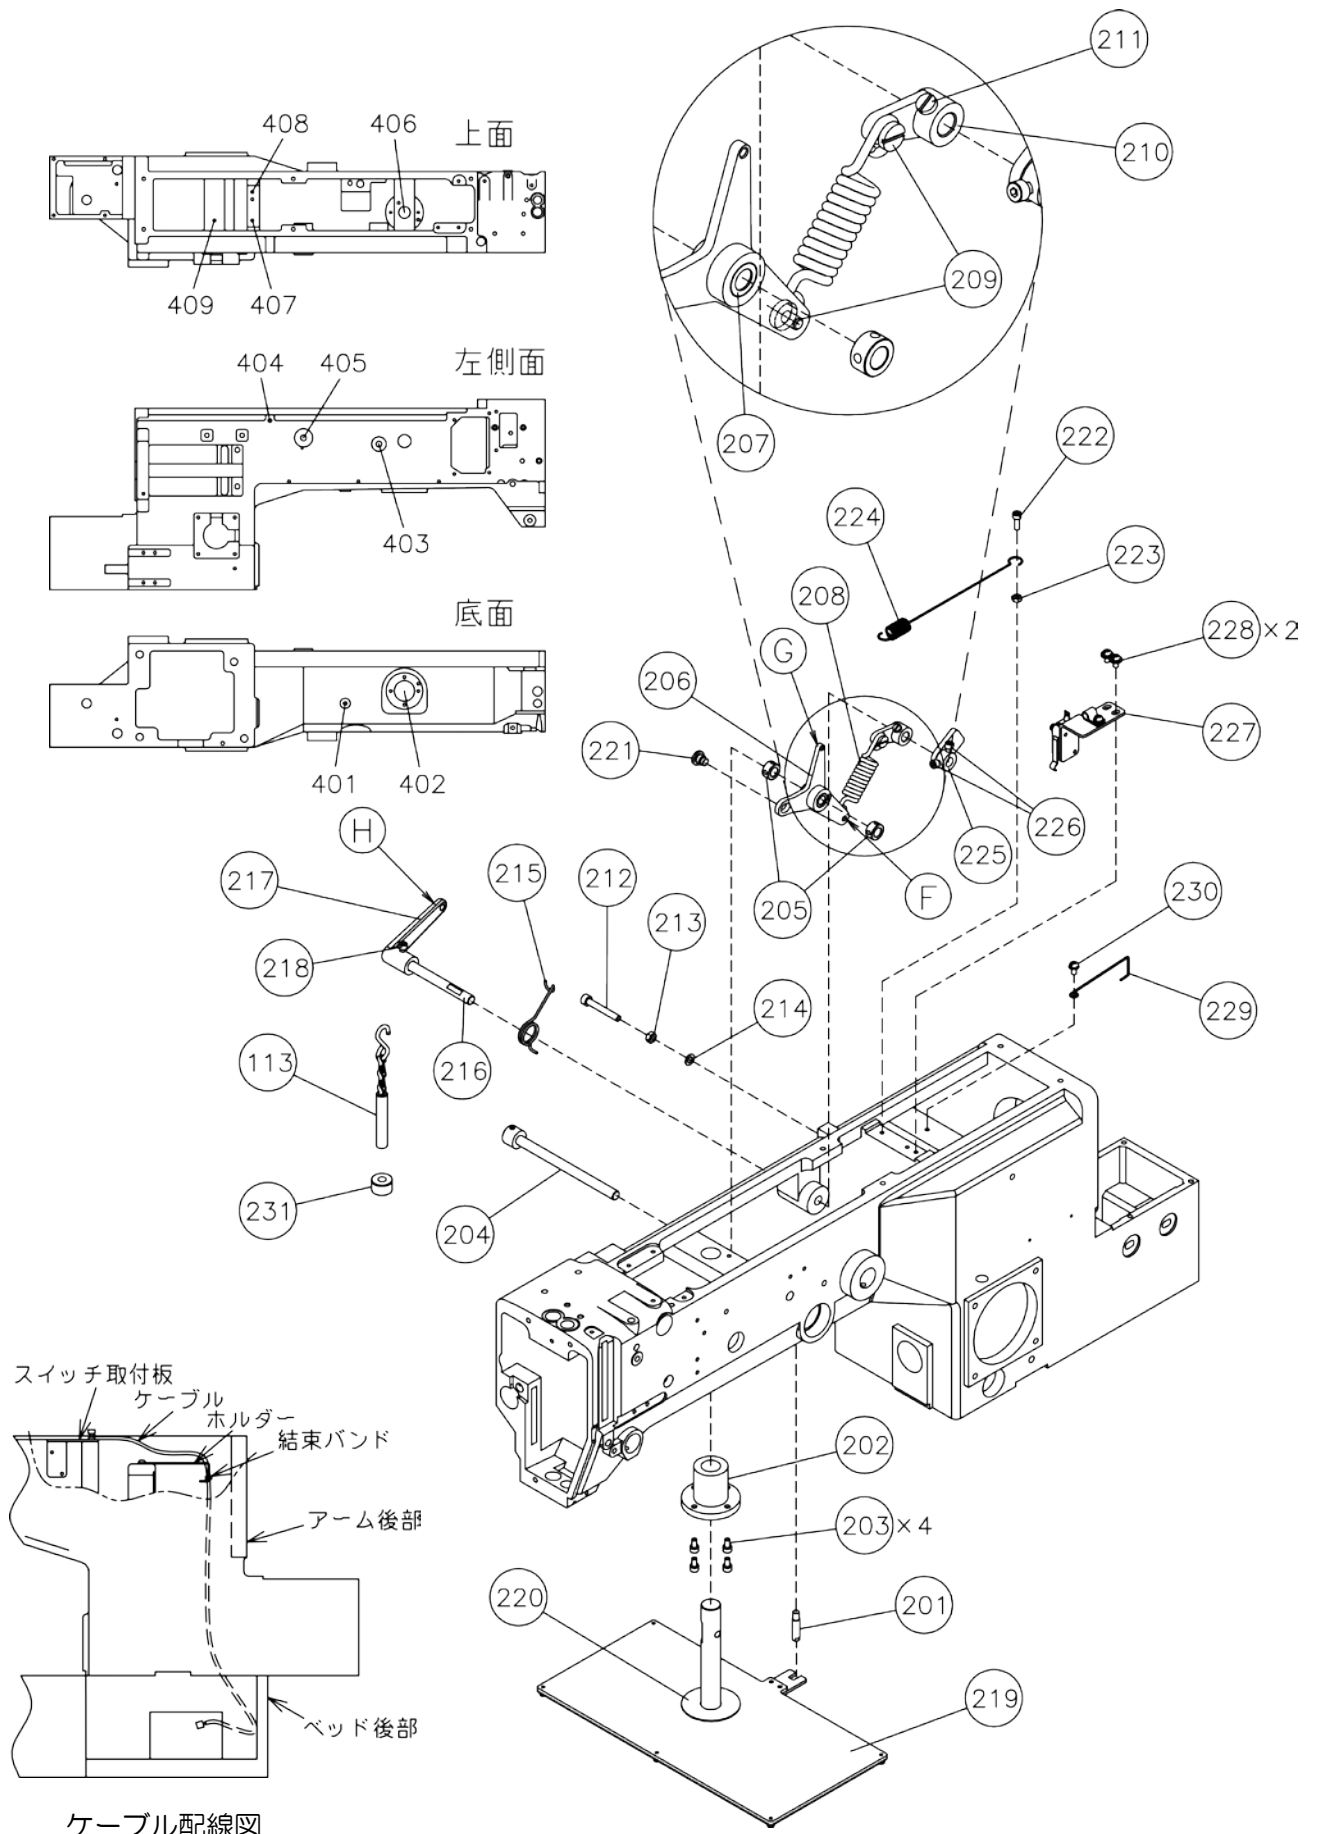

図 3. マニュアル機構組立図
- 5) 206 レバー F の中心の穴に 207 ジクウケをはめ込む。図 3 のように、オサエレバーの F 穴と 210 レバーに 208 バネの両端をそれぞれ 209 ヒラネジで固定し、オサエレバーとレバーをバネで連結する。